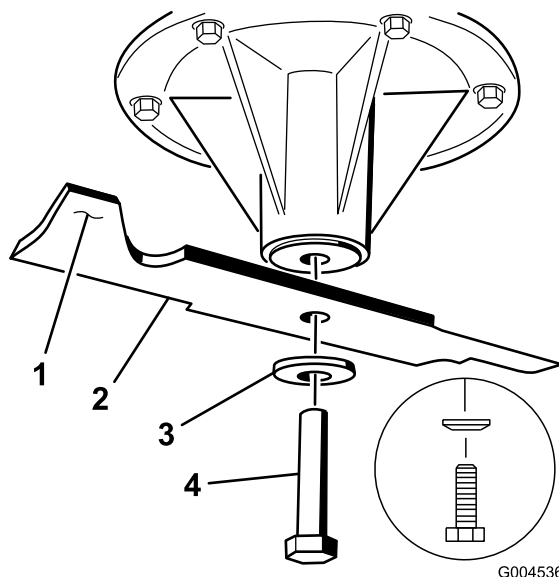

Figura 112
- Instale lâmina no eixo (Figura 112).
- Instale o disco de mola e o parafuso da lâmina (Figura 112).
Nota: O cone do disco de mola deve ser montado virado para a cabeça do parafuso (Figura 112).